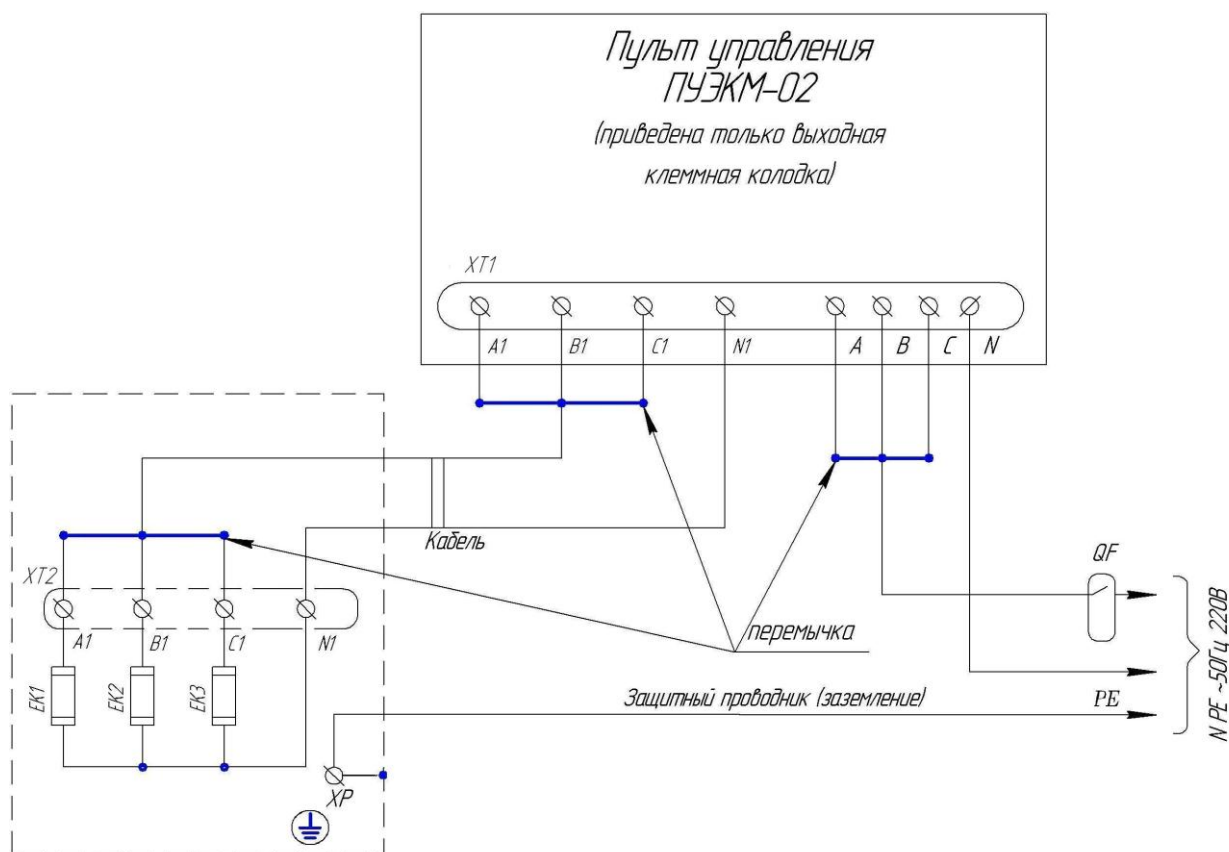

Рисунок 4 - Схема подключения электрокаменок ЭКМ-1-4,5 и ЭКМ-1-6 к однофазной сети ~50Гц/220В при питании от пульта ПУЭКМ-02
6.8 Подключение электрокаменок ЭКМ-1-4,5 и ЭКМ-1-6 к однофазной сети ~ 50Гц/220В производить с установкой перемычек сечением не менее 2,5 мм² на клеммы А, В, С (А1, В1, С1) согласно электрической схеме приведённой на рисунок 4. Сечение фазного и нейтрального проводов увеличивается до 2,5 мм² (для ЭКМ-1-4,5) и до 4,0 мм² (для ЭКМ-1-6,0). Силовой кабель должен иметь 3 провода с жёлто-зелёной жилой для защитного заземления.